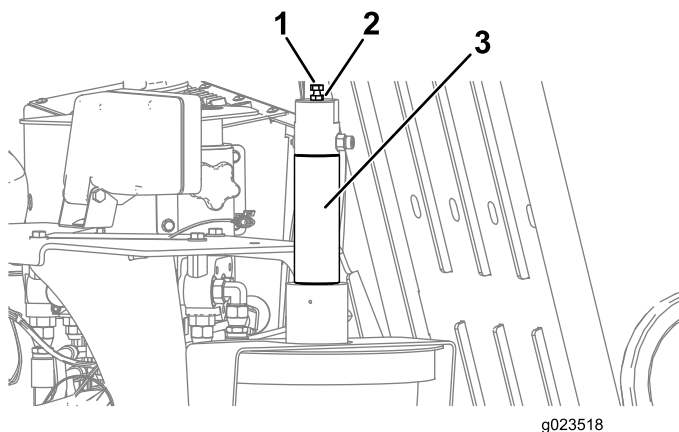

Figura 56
1. Afloje la contratuerca del perno de ajuste, que está situado encima del pistón del aplicador de lubricante de roscas (Figura 56).